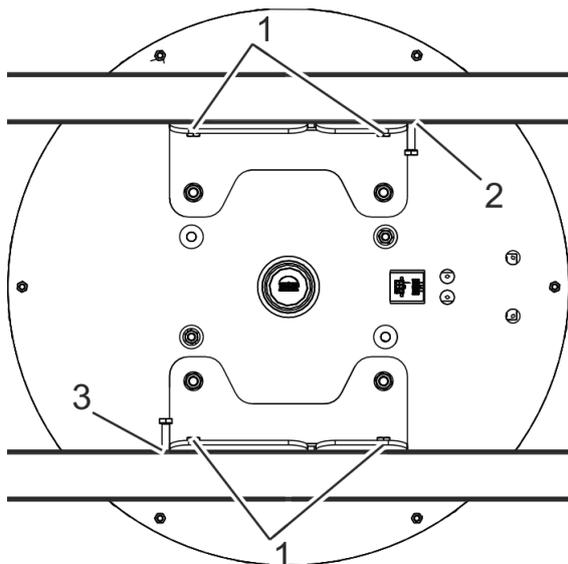

Рис. 63 Фиксация углового кронштейна
14. После выравнивания нужно зафиксировать привод (рис. 63) для предотвращения его смещения. Для этого нужно зафиксировать угловые кронштейны (рис. 63/1) сбоку с помощью винтов (рис. 63/2+3).
Затянуть крепежный винт привода (рис. 63/1). При этом необходимо контролировать моменты затяжки винтов.